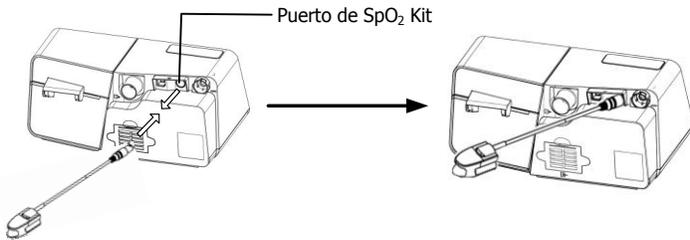

Fig. 14-2
(1) Inserte el conector del Kit de SpO2 en el **Puerto** del **kit de SpO2** del dispositivo, como se muestra en la Fig. 14-2.